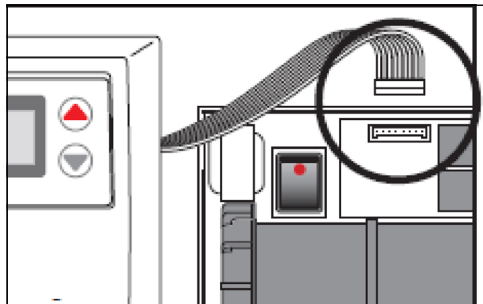

Fig. 12
- ▶ Vuelva a conectar el display entre la base y la tapa antes cerrar la cobertura (Fig. 12)
- ▶ Retire el tapón entre la base y la tapa (→ Fig. 12).